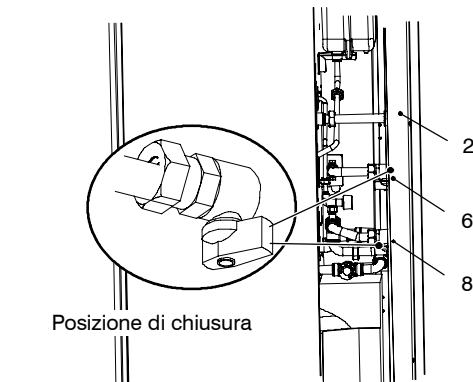

fig. 6.2
- Richiudere il rubinetto gas 6 in fig. 6.2